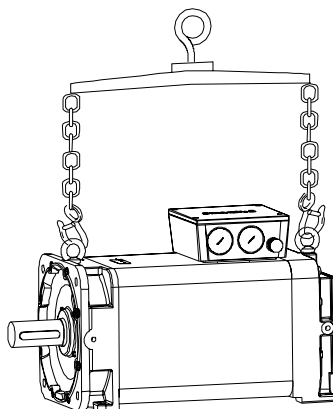

Fig. 2 Elevar y transportar con travesaño
Al elevar y transportar los motores a través de los tornillos anulares suministrados (según la norma DIN 580), debe utilizarse un travesaño (Fig. 2). Para ello, debe tenerse en cuenta: - Apretar el tornillo anular total y manualmente (aprox. 8 Nm), sin sobretensarlo. - No extraer la arandela para plancha de conglomerado. - No utilizar tornillos anulares deformados o deteriorados. - No están permitidas suspensiones transversales al nivel del anillo.
Si el motor se instala de forma horizontal con la caja de bornes hacia arriba, o de forma vertical con el extremo del eje hacia abajo, retirar el tapón de protección (Fig. 2).
- Los cáncamos atornillados se apretarán o retirarán después de la instalación. Para la disposición de los cáncamos v. la Fig. 2.